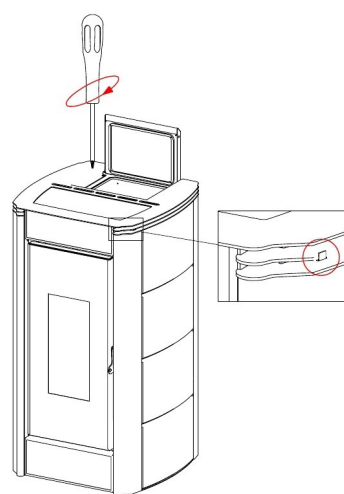

Fig. 32 - Positionieren der Abdeckung
- Abdeckung wieder aufsetzen und die entsprechenden Zähnchen zentrieren (siehe **Fig. 32 a pag. 23**).